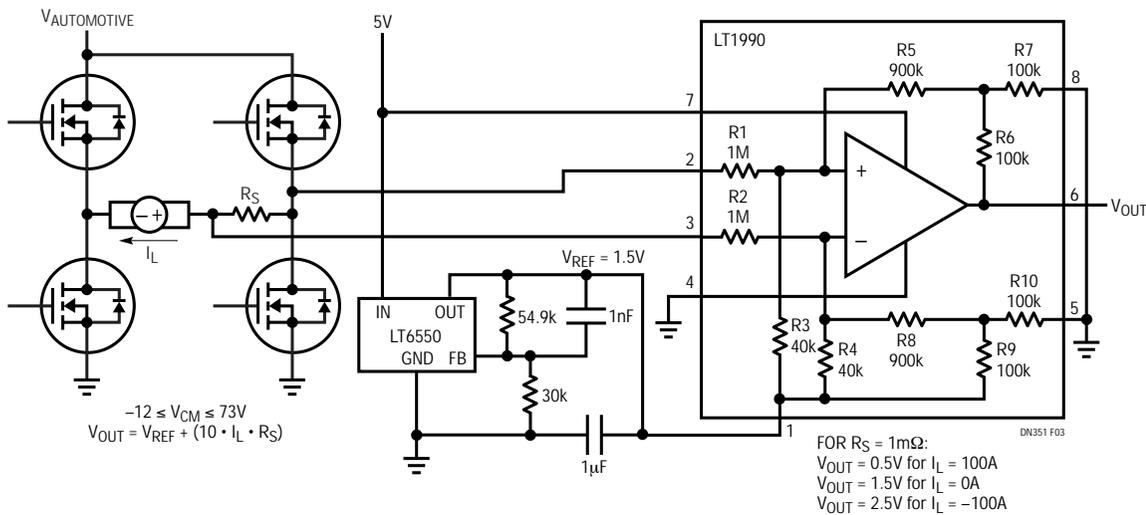

図3．単極処理のための両方向信号のオフセット設定
これを解決するデザインのひとつとして、電圧リファレンス回路で入力計装アンプ (IA) の REFポートをドライブすることにより、制御されたオフセット・マッピングを導入します。このオフセット・マッピングにより、ADCが正確に「ゼロ入力」信号レベルを捕捉するか、あるいは正方向のみの入力ウィンドウ内で制御された負の信号変換範囲さえ与えることができます。両方向のモーター電流を検出する、単電源動作のLT1990差動アンプを図3に示します。LT6650リファレンスは回路にとって最適なREF入力レベル(この例では1.5V)を与えるように構成されています。このレベルにより、有効同相入力範囲が確立されるとともに必要な両方向信号スパンを単電源ADCの変換範囲にマップする出力オフセットが導入されます。高精度アプリケーションでは、オフセット電圧自体もデジタル化できるので、ソフトウェア・アルゴリズムによって測定を正確に「自動ゼロ調整」することができます。マルチチャネルのデータ収集システムでは、一般に1個のLT6650がIAアレイの全体にオフセット信号を与えることができます。